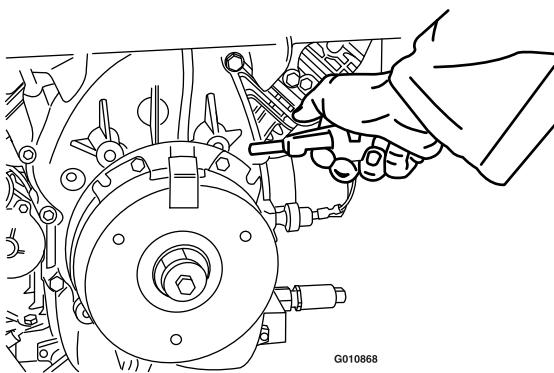

Bild 73
2. Blasen Sie mit einem Luftkompressor Rückstände unter dem Bremsschaft und um die Bremsdistanzstücke heraus (Bild 73).